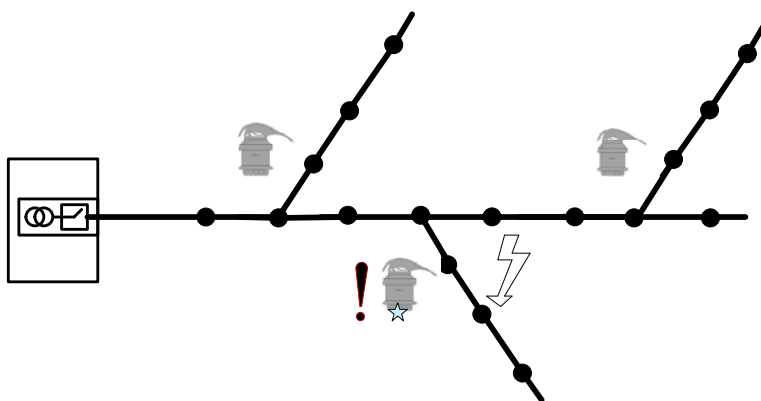

Рисунок 6 – Установка индикаторов на линии с коротким стволом
- на линии с коротким стволом и длинными ответвлениями индикаторы устанавливаются на ответвлениях вблизи мест разветвления, на ближайших к месту разветвления промежуточных опорах (Рисунок 6);